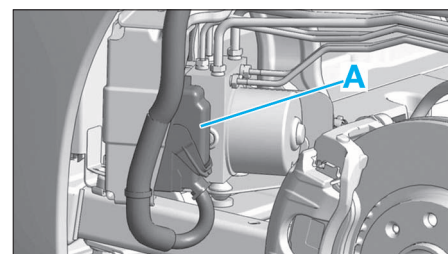

FIG.23
- Débrancher le connecteur en "A" (Fig.23).